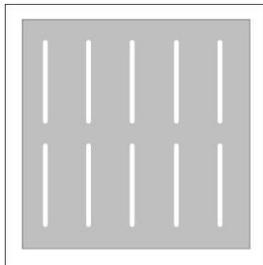

Abb. 3
- Je nach Gewicht des Materials den Klebstoff gleichmäßig in vertikalen, max. 50 cm langen Streifen im Abstand von 10 bis 40 cm auftragen (s. Abb. 3).
Bei der Verklebung von zwei geschlossen-porigen, luftundurchlässigen Oberflächen, wie z.B. Kunststoff-Paneelen und Fliesen, darf GRIFFON POLY MAX® HIGH TACK EXPRESS nicht vollflächig, sondern muss in vertikalen Raupen mit ausreichendem Abstand (s. Abb. 3) appliziert werden. So kann eine Hinterlüftung und ein Austausch des Klebstoffes mit der Umgebung stattfinden.